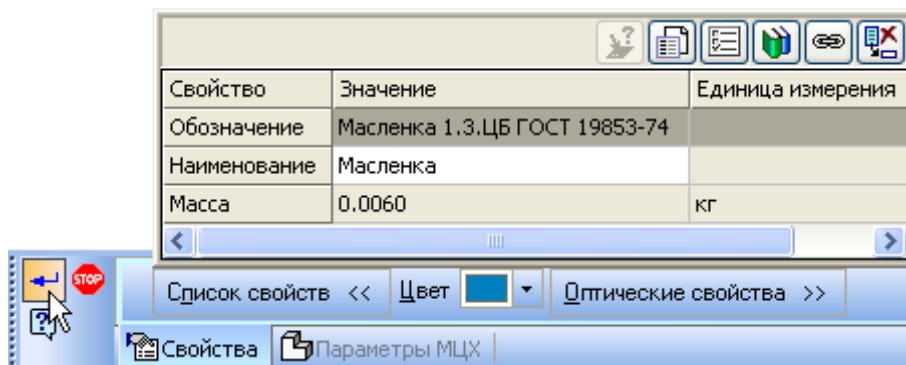

Рисунок 17.
- Войдите в режим определения свойств компонента, введите его наименование Масленка 1.3.ЦБ ГОСТ 19853-74 (рис.17).